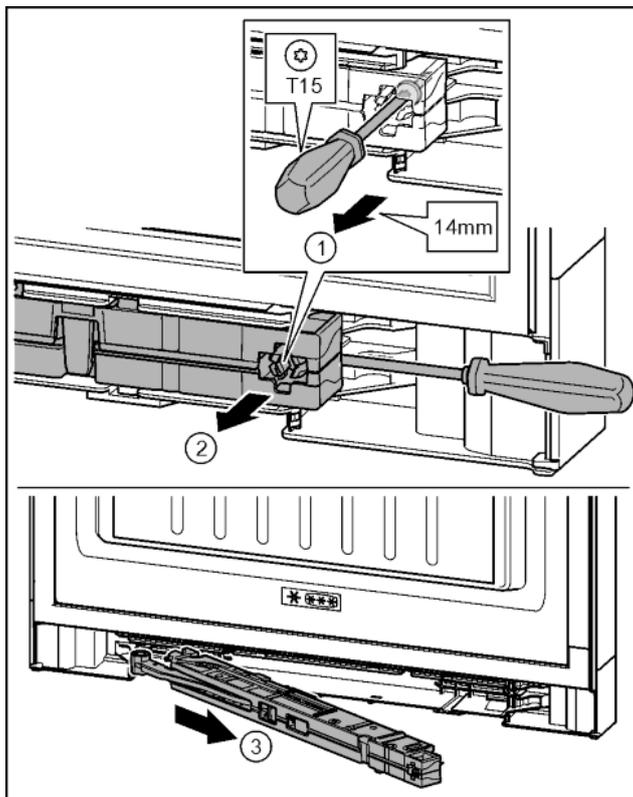

Fig. 20
- ▶ Odvijačem T15 otpustite vijak na jedinici prigušivača zatvaranja oko 14 mm. Fig. 20 (1)
- ▶ Odvijač gurnite na strani prijanjanja iza jedinice prigušivača zatvaranja. Okrenite jedinicu prema naprijed. Fig. 20 (2)
- ▶ Izvucite jedinicu. Fig. 20 (3)